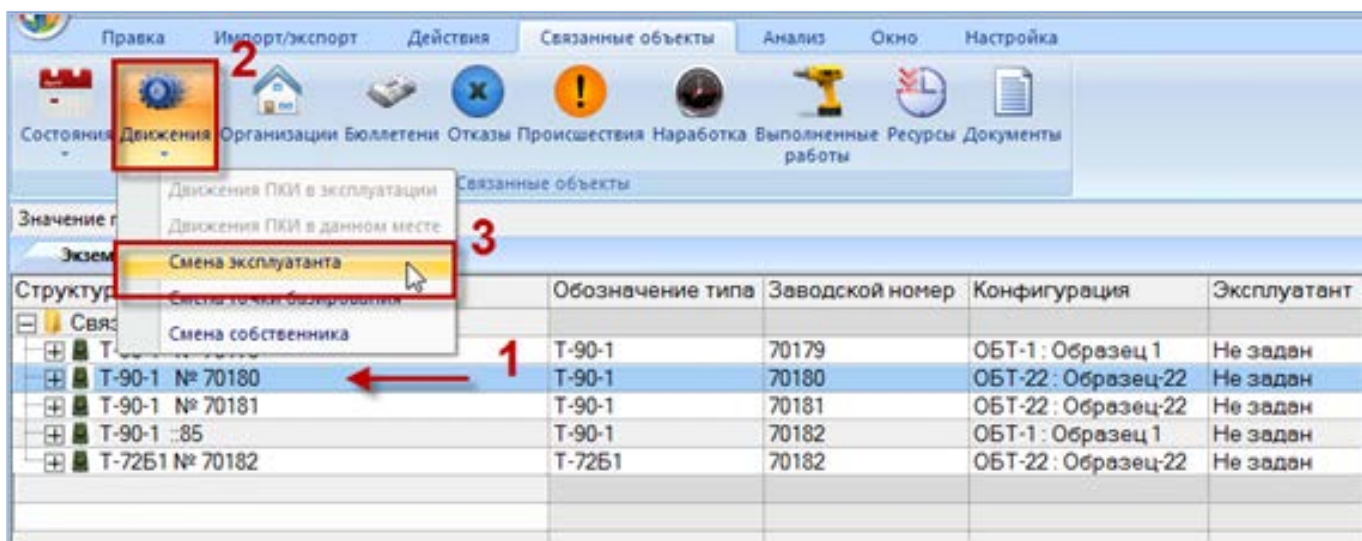

Рис. 22-17 – Открытие окна связанных объектов «Эксплуатант»
- 2) Выделить экземпляр ФИ (1 на рис. 22-17).
- 3) Нажать кнопку «Движения» панели «Связанные объекты» и из раскрывшегося списка выбрать пункт «Смена эксплуатанта» (2 и 3 на рис. 22-17).
2) Выделить экземпляр ФИ (1 на рис. 22-17).
3) Нажать кнопку «Движения» панели «Связанные объекты» и из раскрывшегося списка выбрать пункт «Смена эксплуатанта» (2 и 3 на рис. 22-17).